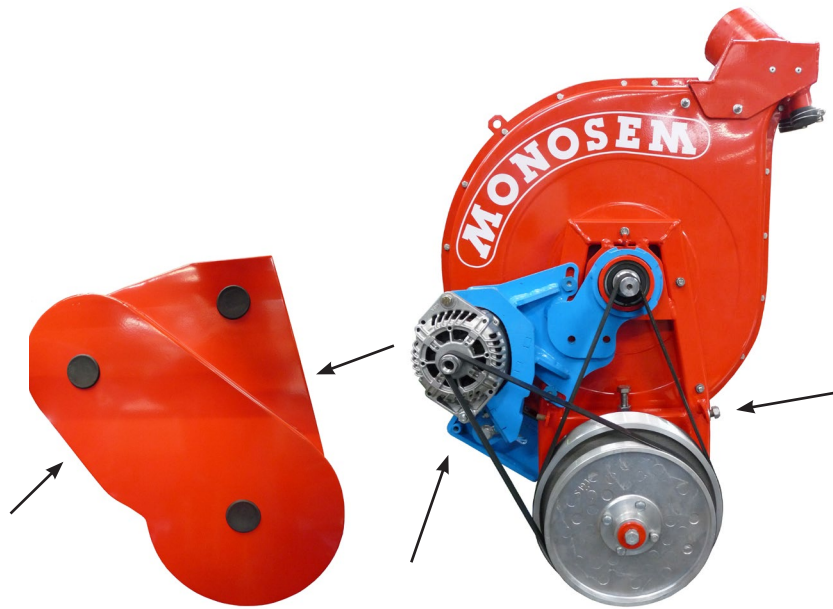

Fig.1
- Fixation du carter (fig. 1).
- Enlever le carter de protection des courroies (fig. 1).
- Fastening the casing (fig. 1).
- Remove the belt's protective casing (fig. 1).
- Befestigung der Schutzvorrichtung (Abb. 1).
- Die Schutzvorrichtung vor den Riemen entfernen (Abb. 1).
- Bevestiging van het beschermingscarter (fig. 1)
- Het beschermingscarter van de riemen afnemen (fig. 1)